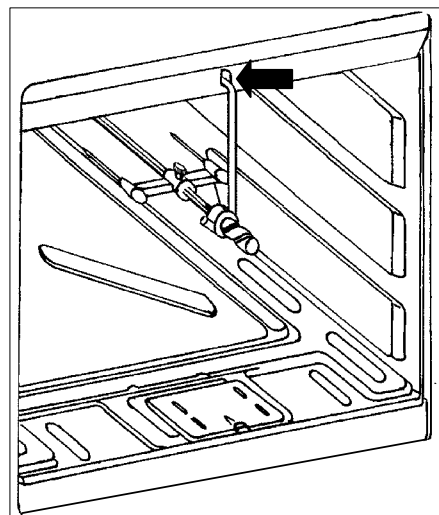

Abb. 6
5. Stecken Sie den Spießhalter in die Öffnung am oberen Rand des Backofens hinein (Abb. 6).